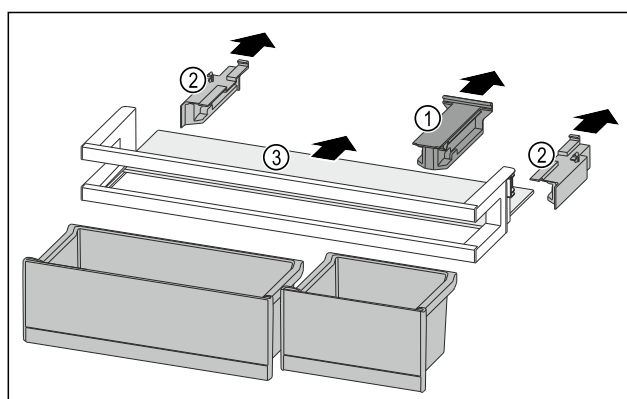

Fig. 180
- Estrarre l'elemento di tenuta Fig. 180 (1).
- Togliere gli elementi laterali Fig. 180 (2).
- Rimuovere il ripiano Fig. 180 (3).